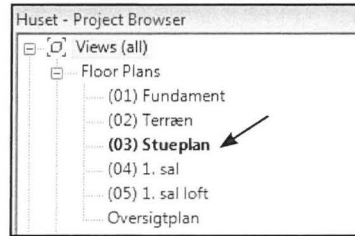

Fig. 13.08. *Project Browser*.
- Gå tilbage til (03) Stueplan i *Project Browseren* (Fig. 13.08).